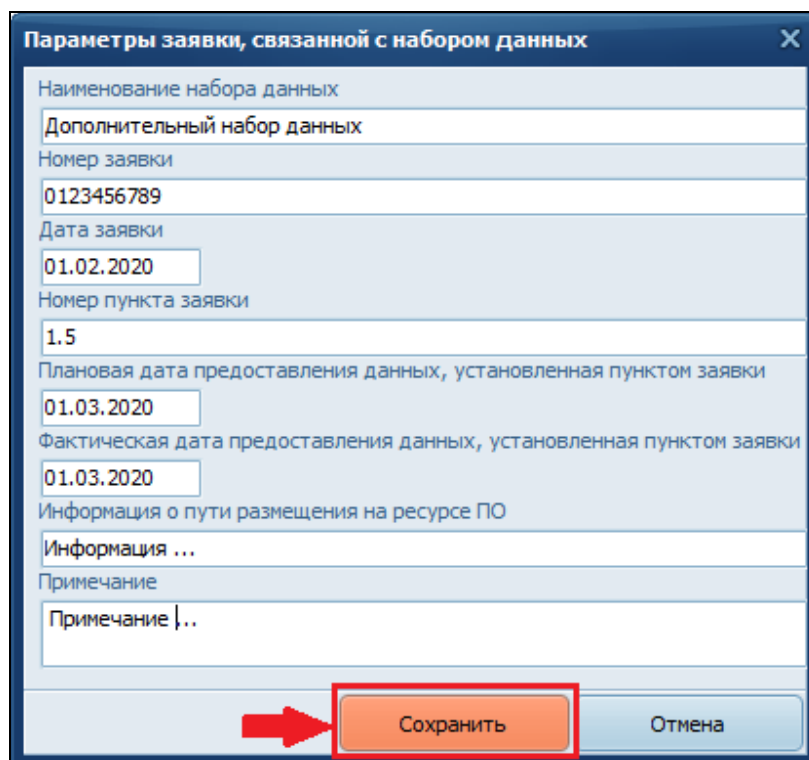

Рисунок 10 – Сохранение виртуального набора данных
3) Нажать кнопку «Сохранить» после внесения необходимой информации (Рисунок 10).
3) Внести требуемые изменения в открывшемся модальном окне «Параметры заявки, связанной с набором данных» (Рисунок 10).
4) Нажать кнопку «Сохранить» (Рисунок 10).